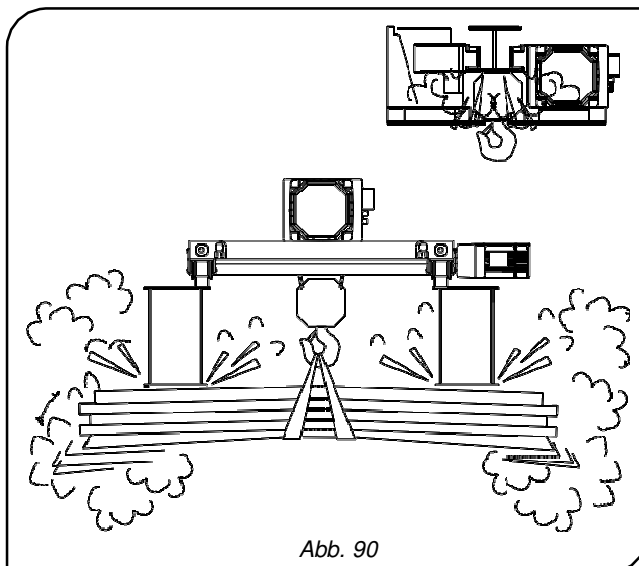

Abb. 90
- Wenn der E-Zug über einen platzsparende Katze DST/R oder über eine Zweiträger-Laufkatze DRT verfügt, MUSS der Endschalter für die Hebebewegung eingestellt werden, um die Gefahr von Kollisionen zwischen der Last bzw. der Hakenflasche oder Teilen des E-Zugs mit der Trägerstruktur zu vermeiden (Abb. 90)